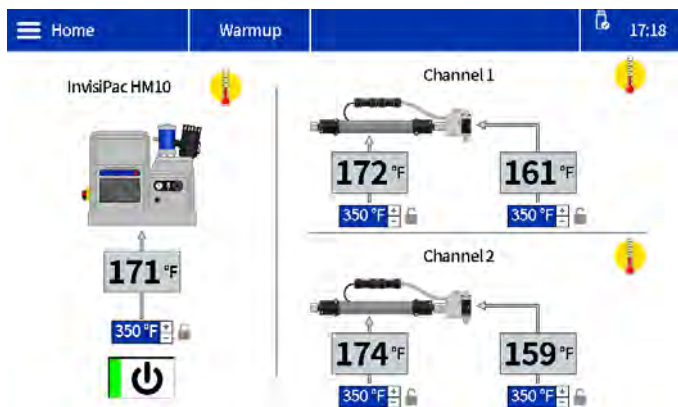

FIG. 19: Ecrã inicial do aquecimento do sistema
- Prima o botão de alimentação  no ecrã inicial do ADM para iniciar o aquecimento do sistema. Consulte a FIG. 19.